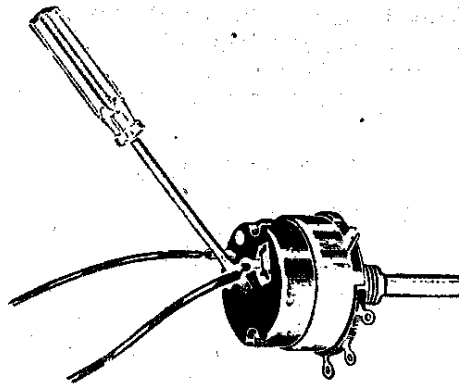

Fig. 22
- 5** Controllare il funzionamento dell'interruttore abbinato ai potenziometri, volume e tono, mettendo in cortocircuito i due terminali dell'interruttore con filo in rame o cacciavite (fig. 22).